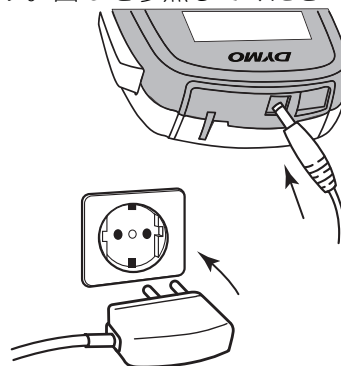

図 3
- 2 充電アダプターのプラグの方をコンセントに差し込みます。図 3 を参照してください。